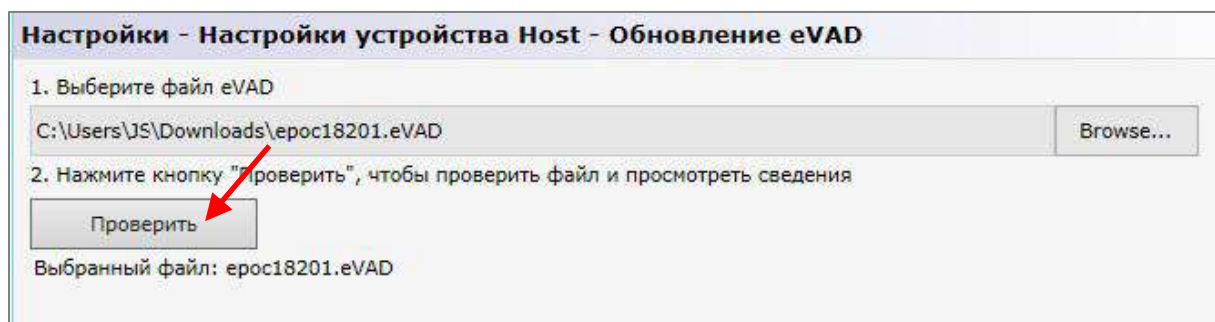
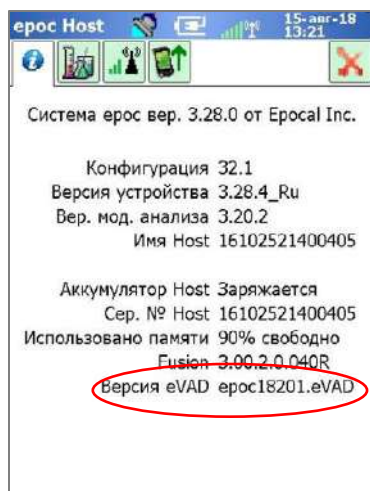
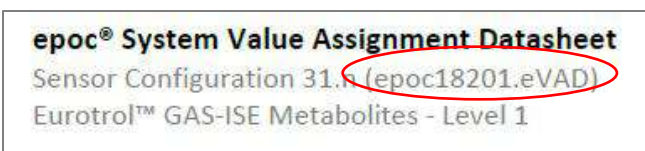

Рис. 7.
Рис. 9.
Рис. 10.
- 2) Нажмите кнопку **Проверить** (рис. 7), чтобы выполнить проверку файла eVAD и просмотреть подробные сведения (обведены окружностью на рис. 9), включая имя файла eVAD, версию конфигурации сенсоров и имя PDF-файла, связанного с используемым файлом eVAD.
После синхронизации каждого ерос Host с системой EDM проверьте версию файла eVAD, перейдя на экран **Справка → О системе** устройства ерос Host (обведена на рис. 9). Этот номер версии должен совпадать с версией в заголовке последней распечатанной таблицы VAD (обведена на рис. 10).